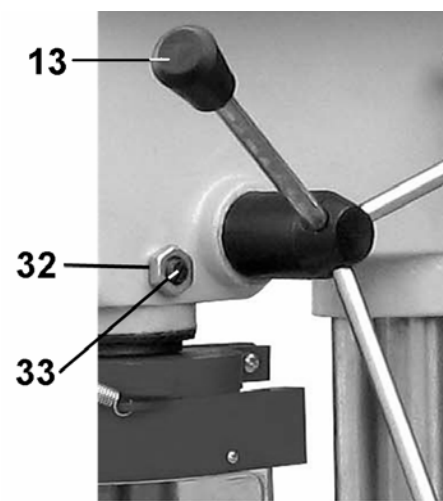

Рис. 7
9.10. Перемещая шпиндель за ручку (13), проверьте плавность хода шпинделя, Рис.7. Установочный винт (33) с контргайкой
(32) предназначен для предотвращения проворачивания шпинделя. Если перемещение происходит не плавно или для перемещения нужно приложить усилие – необходимо произвести регулировку положения винта (33), предварительно ослабив контргайку (32). По окончании регулировки закрепите положение контргайкой (32).